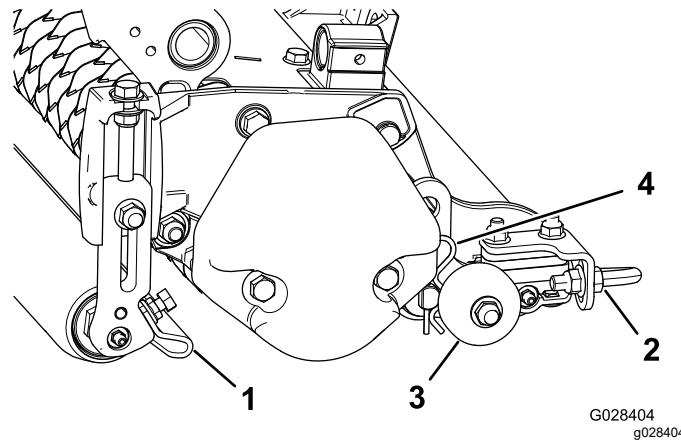

Figura 11
1. Afloje las tuercas que sujetan los rascadores de rodillo (Figura 11).
**Importante:** Antes de bajar los molinetes de verticorte al suelo del taller o de desmontarlos de la unidad de tracción, baje los rodillos de transporte (Figura 11) para proteger las cuchillas del contacto con una superficie dura.